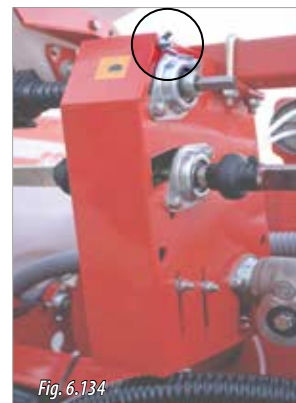

Fig. 6.134
- 1- Scoateți piulița fluture și șurubul superior al capacului cutiei de transmisie (Fig. 6.134).